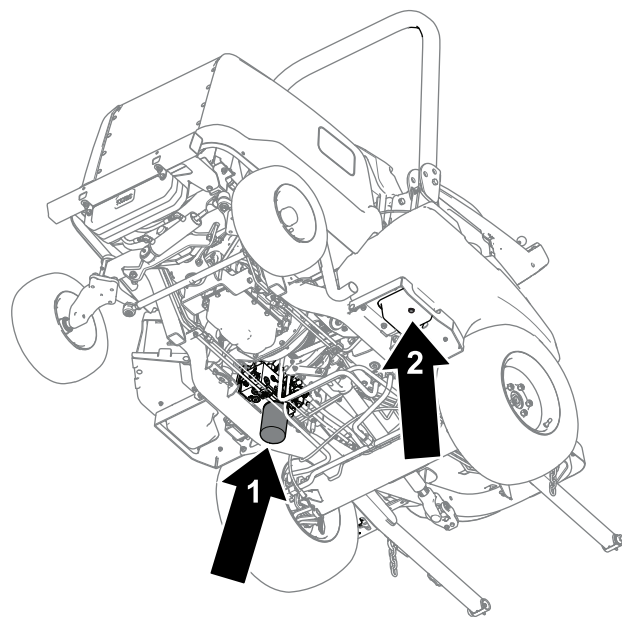

図 82
- タンクの底面にあるドレンプラグ 図 82を外し、流れ出すオイルを容器に受ける。
- フィルタの下に廃油受けを置き 図 82フィルタを外して排出されるオイルを回収する。